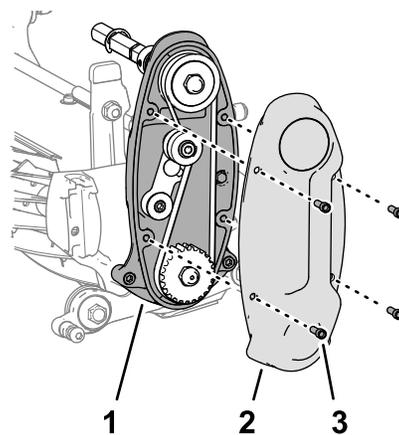

Figura 18
- Monte a cobertura na estrutura da transmissão do cilindro (**Figura 18**) com os quatro parafusos de cabeça flangeada (¼ pol. x ¾ pol.).